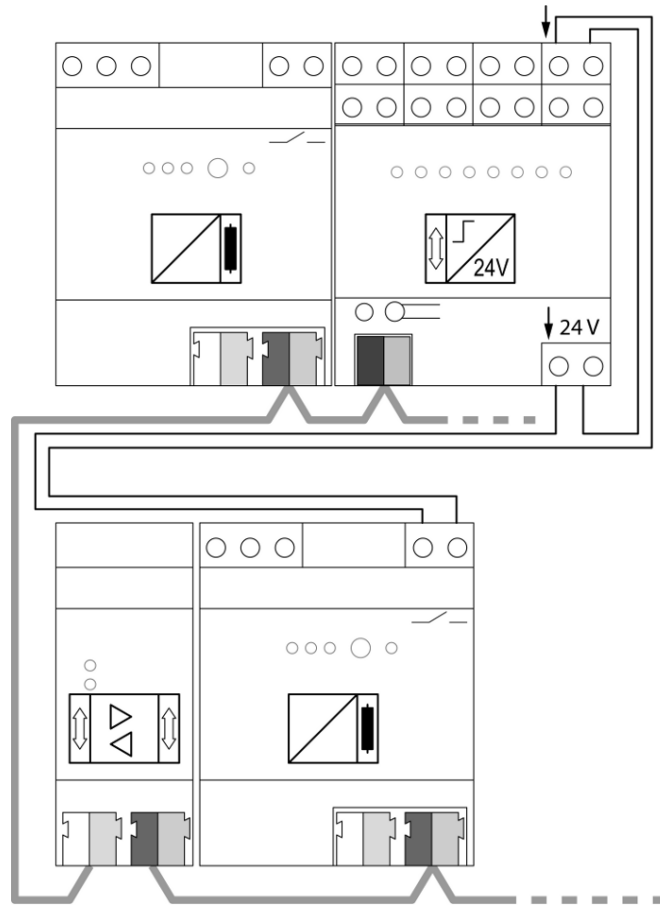

Bild 6: Anwendungsbeispiel – KNX-Binäreingang auf Hauptlinie zum Erfassen und zentralen Melden von Diagnosemeldungen
- KNX Binäreingang entsprechend Anschlussbeispiel (siehe Bild 6) anschließen.